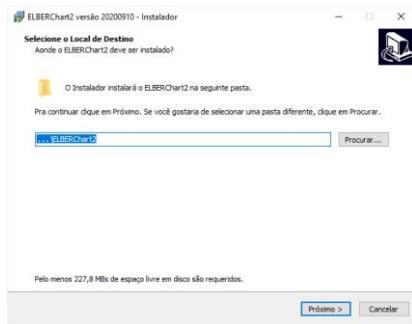

Imagen 02
2. Haga clic en "Siguiente" y seleccione la ubicación donde se instalará el software (imagen 02)